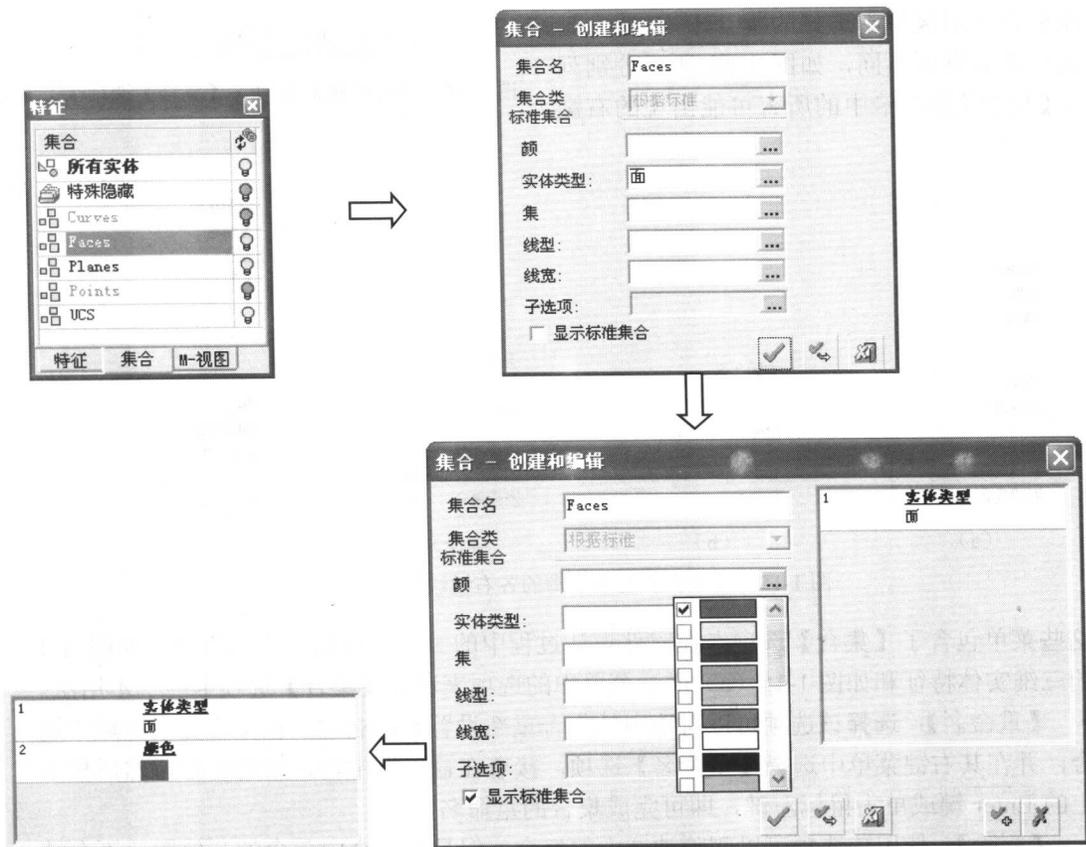

图 1-17 编辑集合
- **【编辑】**：使用该选项可以对选中的集合进行重命名、设置集合所包含的几何图元等编辑操作。例如，在集合显示区域中选中【Faces】集合，接着在其右键菜单中选择【编辑】选项，系统将弹出【集合-创建和编辑】对话框，如图 1-17 所示。在该对话框中选中【显示标准集合】选项，然后在【颜色】选项的右方单击 **...** 按钮，再在弹出的颜色列表框中选中红色选项。最后分别单击【应用】 **↵** /【确定】 **✓** 按钮完成集合的编辑，则在绘图区中所有红色的几何图元就被放置在了【Faces】集合中。